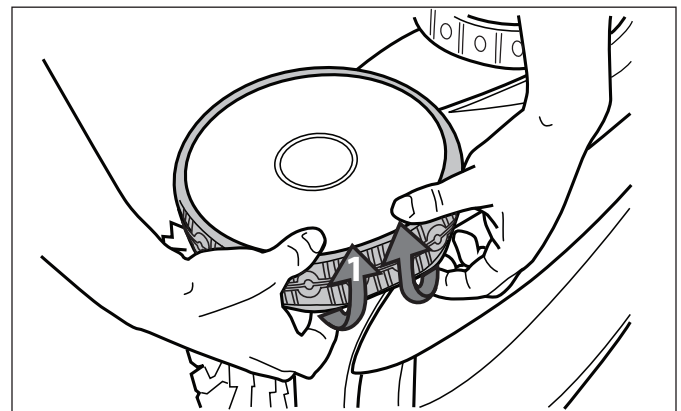

**Figure 34. Couper les onglets**
5. Utiliser des ciseaux pour couper les onglets à 19 mm (¾ po) du talon afin qu'ils ne dépassent pas les pointes (Figure 34).